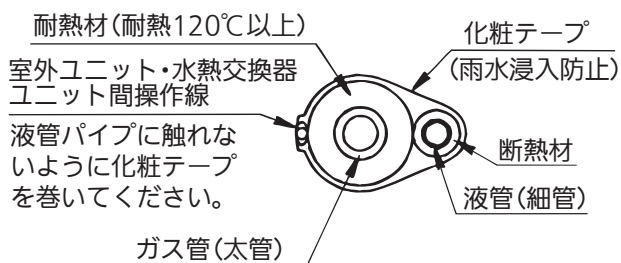

図5
- ① 気密試験圧力：4.05MPa
- ② 気密試験後667Pa（-755mmHg, 5Torr）以下まで真空引きを行ってください。
- ③ 気密試験および真空引きが完了するまで、室外ユニットの閉鎖弁は開けないでください。
- ④ 真空引き完了後、長時間放置しないでください。
7. 配管の断熱を行ってください（図5）。